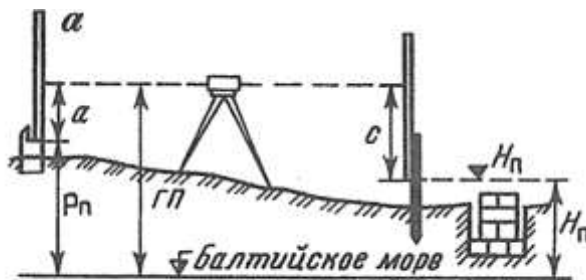

Рис. 1. Схема разбивки и контрольных высот фундамента
5. Выставьте проектную высоту верха фундамента на обноске (рис. 1), если высота репера  $P_n = 87,314$ , отсчет по рейке  $a = 1106$ , проектная высота фундамента  $H_n = 86,672$ .